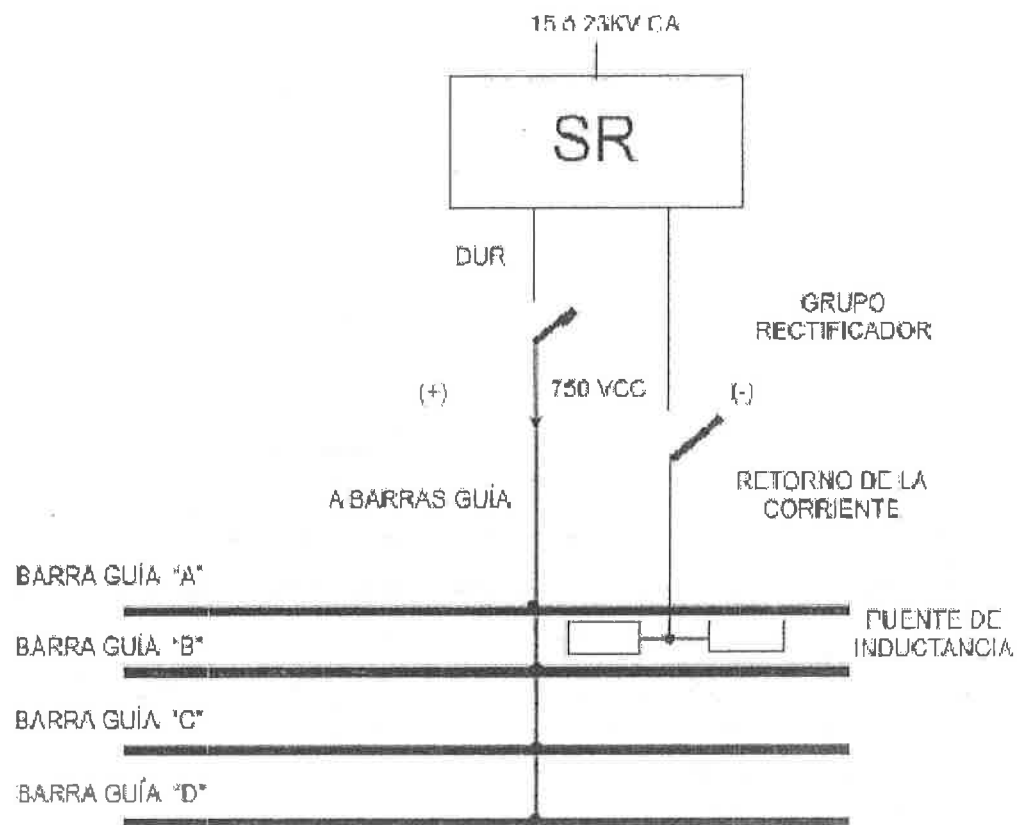

IMAGEN 5
a) De alimentación en T para todas las Líneas (ver imagen 5)